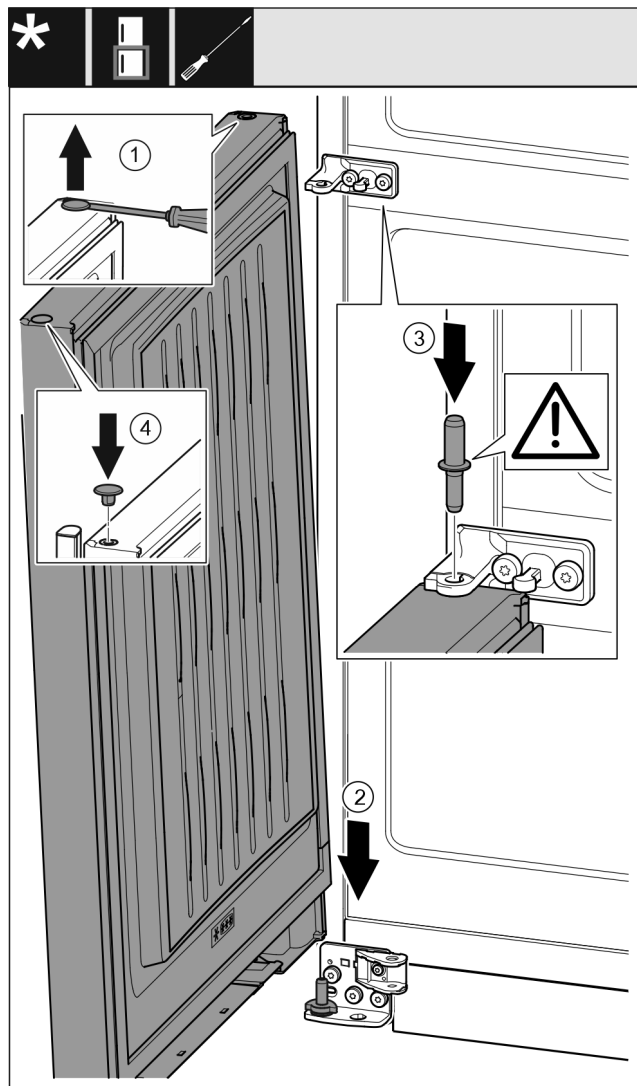

Fig. 44
- ▶ 将堵头 Fig. 44 (1) 用带槽螺丝刀小心地提起并将其拉出。
- ▶ 将冰箱门 Fig. 44 (2) 从上方将放在下面的轴承螺栓上。
- ▶ 将中间轴承螺栓 Fig. 44 (3) 通过中间托架放置在冰箱下方门内。同时注意止动凸轮需指向后方。
- ▶ 将堵头 Fig. 44 (4) 重新放入门的另一侧。